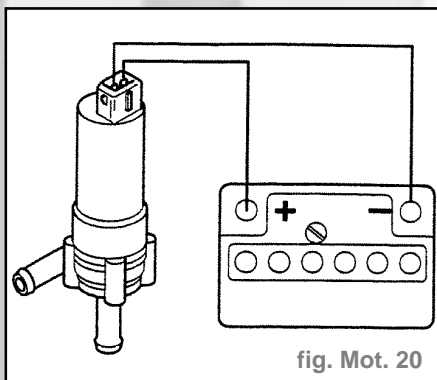

fig. Mot. 20
- Lier les contacts **1** et **2** de la pompe de recirculation du liquide de refroidissement (V51) avec la batterie à l'aide de câbles (fig. Mot. 20).